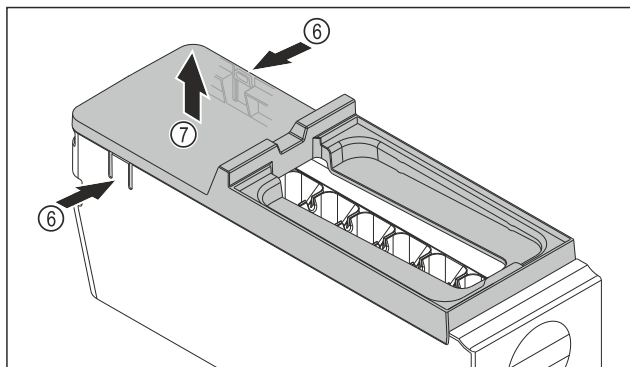

Fig. 105
- Vymutí krytu korpusu EasyTwist-Ice: Lamely Fig. 105 (6) na obou stranách korpusu EasyTwist-Ice stlačte jednou rukou.
- Kryt Fig. 105 (7) vyjměte druhou rukou nahoru.